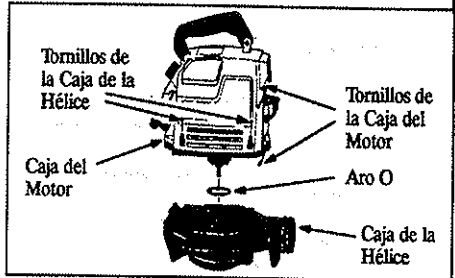

Figura 14
- Saque los 4 tornillos de la caja de la hélice y los 2 tornillos de la caja del motor. Figura 14. Retire la caja de la hélice de la caja del motor.
AVISO: Asegúrese de que el Aro-O de goma esté instalado en la caja de la polea. Vea la Figura 14.